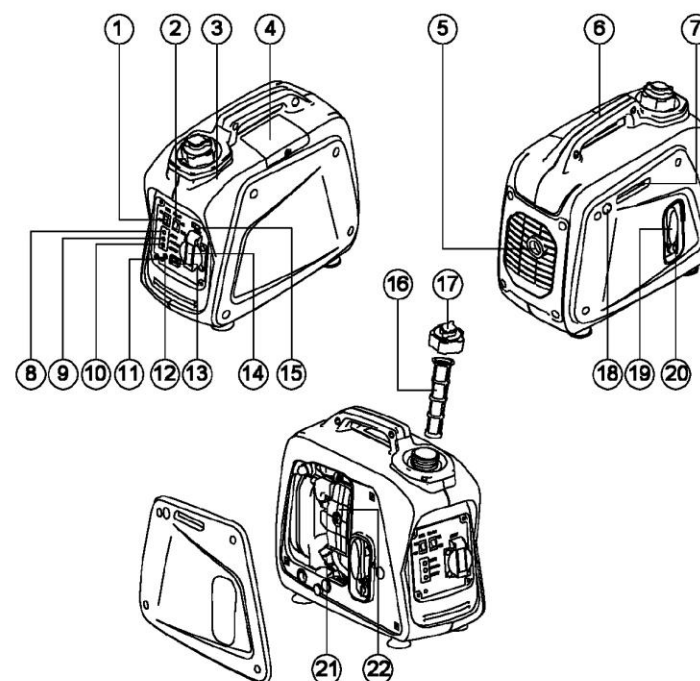

Рис.2 Основные узлы и органы управления ИГ-1000
4.3. Основные элементы генераторов показаны на рис. 2,3